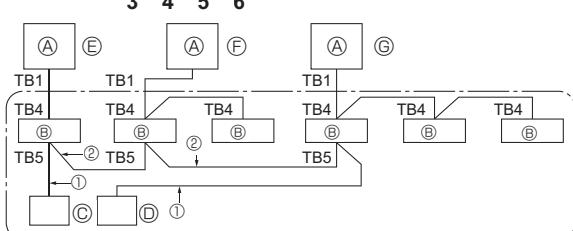

Fig. 10-1
10. Controlo do sistema (Fig. 10-1)
- (A) Unidade exterior
- (B) Unidade interior
- (C) Controlo remoto principal
- (D) Controlo remoto subordinado
- (E) Padrão 1:1 (Endereço de refrigerante = 00)
- (F) Duplo Simultâneo (Endereço de refrigerante = 01)
- (G) Triplo simultâneo (Endereço de refrigerante = 02)